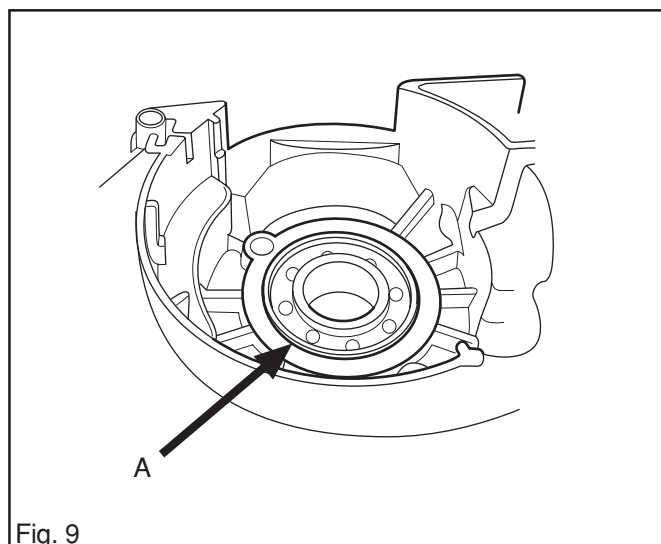

Fig. 9
- B Enfiler des gants de protection et monter le palier dans le demi-carter du côté rotor volant. Lors du montage du palier dans le demi-carter du côté embrayage, le palier doit être monté au même niveau que l'intérieur du carter moteur (A). Voir la fig. 9.